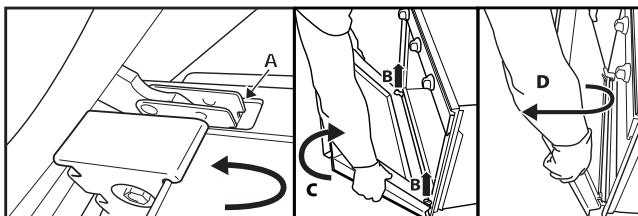

fig. 2
3. Lukk døren så langt den går (A), løft den opp (B) og sving den rundt (C) til den frigjøres (D) (fig. 2).